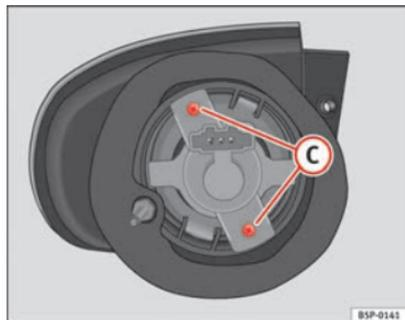

Fig. 192 Indicatore di direzione
- Svitare le viti ⇒ fig. 192 **C** dei portalampade e tirare.
- Rimuovere le viti ⇒ fig. 192 C dei portalampade e tirare.